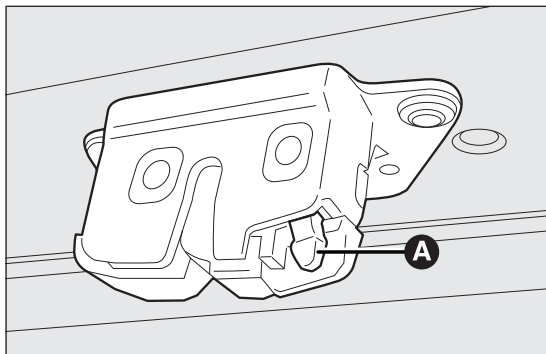

fig. 63
- ☐ desde el interior de maletero, presionar la palanca A fig. 63 y abrir el portón.